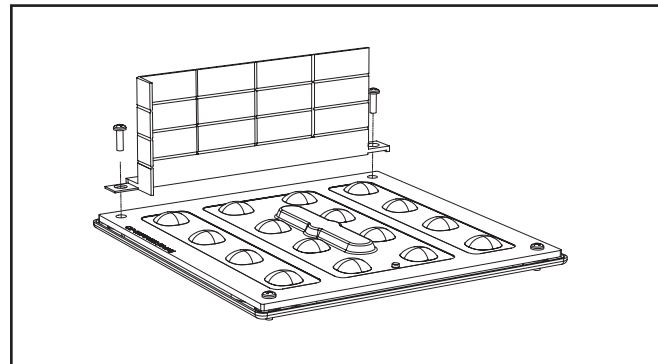

Figure 2.
13. Retire el anillo de ajuste y coloque el escudo PFS sobre el cuadrado de luz donde sea necesario. (Fig. 2).